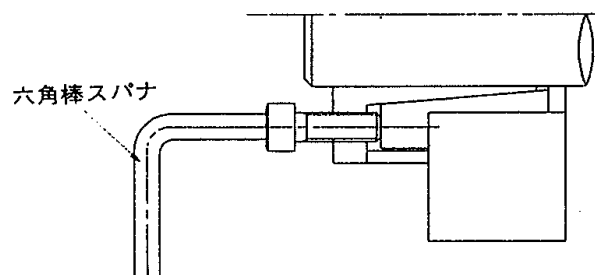

図 4 取はずし
3. すべてのボルトをゆるめても締結状態のまま動かない場合は、取はずし用ねじ穴 (図 1) にボルトを入れ、締込んでいきますとロックがはずれます。(図 4 参照)